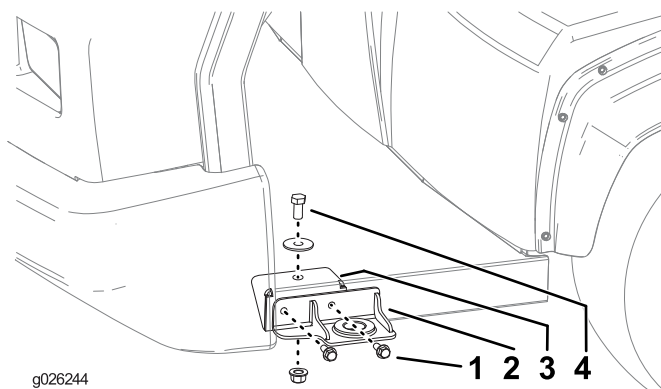

Figura 22
3. Instale os suportes frontais interno e externo em cada lado da máquina como se mostra na Figura 22 utilizando 2 parafusos (3/8 pol.), 2 porcas (3/8 pol.), 1 parafuso (1/2 pol.), 1 anilha e 1 porca (1/2 pol.).